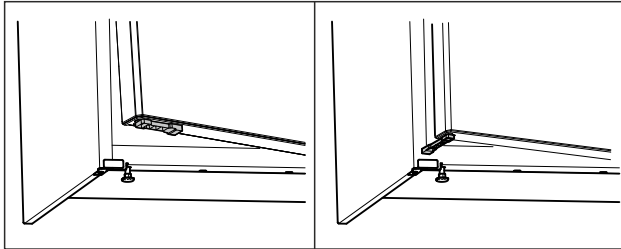

Fig. 63 \*
- ▶ Rrotulloni me 90° kufizuesin e hapjes së derës. (shihni Fig. 63) \*